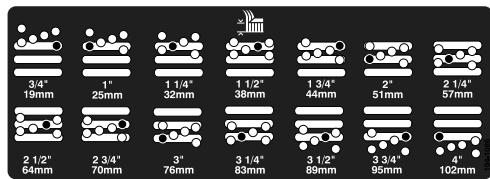

Figura 4
- Mueva la cámara a la altura deseada e instale el espaciador en el taladro y la ranura de altura de corte deseados (Figura 4)